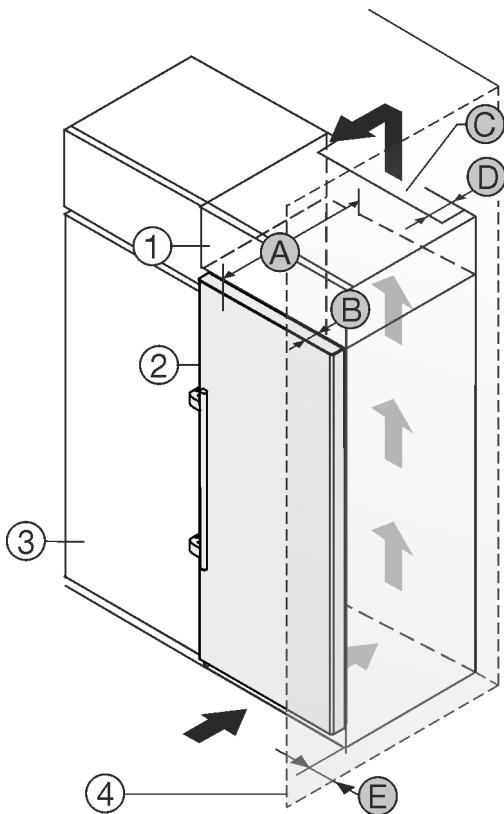

Fig. 2
Ви можете встановити пристрій безпосередньо поряд з кухонною шафою Fig. 2 (3)\*.
Зі зворотного боку шафи для встановлення на пристрої слід передбачити вентиляційну шафу завглибшки Fig. 2 (D) на всю ширину цієї шафи.\*
Слід дотримуватись вентиляційного отвору Fig. 2 (C) в стелі приміщення.\*
Якщо пристрій із шарнірами встановлюється поряд зі стіною Fig. 2 (4), відстань між пристроєм та стіною повинна бути не менше 57 мм. Це відповідає необхідній відстані для ручки після відкривання дверцят.\*
Щоб мати можливість повністю відкривати дверцята, потрібно, щоб пристрій виступав на відстань глибини дверцят Fig. 2 (B) відносно передньої панелі кухонної шафи. Залежно від глибини кухонних шаф Fig. 2 (3) та використання пристінних розпірок пристрій може ще більше виступати вперед.\*